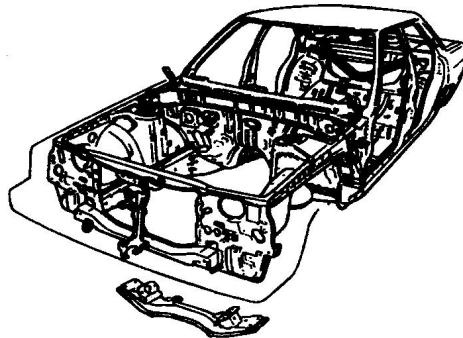

图 1-10 承载式车身
3) 承载式车身。承载式车身(图1-10)由于全部载荷均由车身承受,底盘各部件可以直接与车身相连,所以就取消了车架。这种承载式车身除了其固有的乘载功能外,还要直接承受各种负荷。这种形式的车身具有较大的抗弯曲和抗扭转的刚度,质量小、高度低、汽车重心低、装配简单、高速行驶稳定性较好。但由于道路负载会通过悬架装置直接传给车身本体,因此噪声和振动较大。